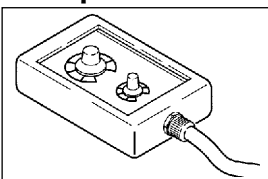

Fig. 8
2.2.4 Comando à distância RC07 para soldadura MIG/MAG (Fig. 8)